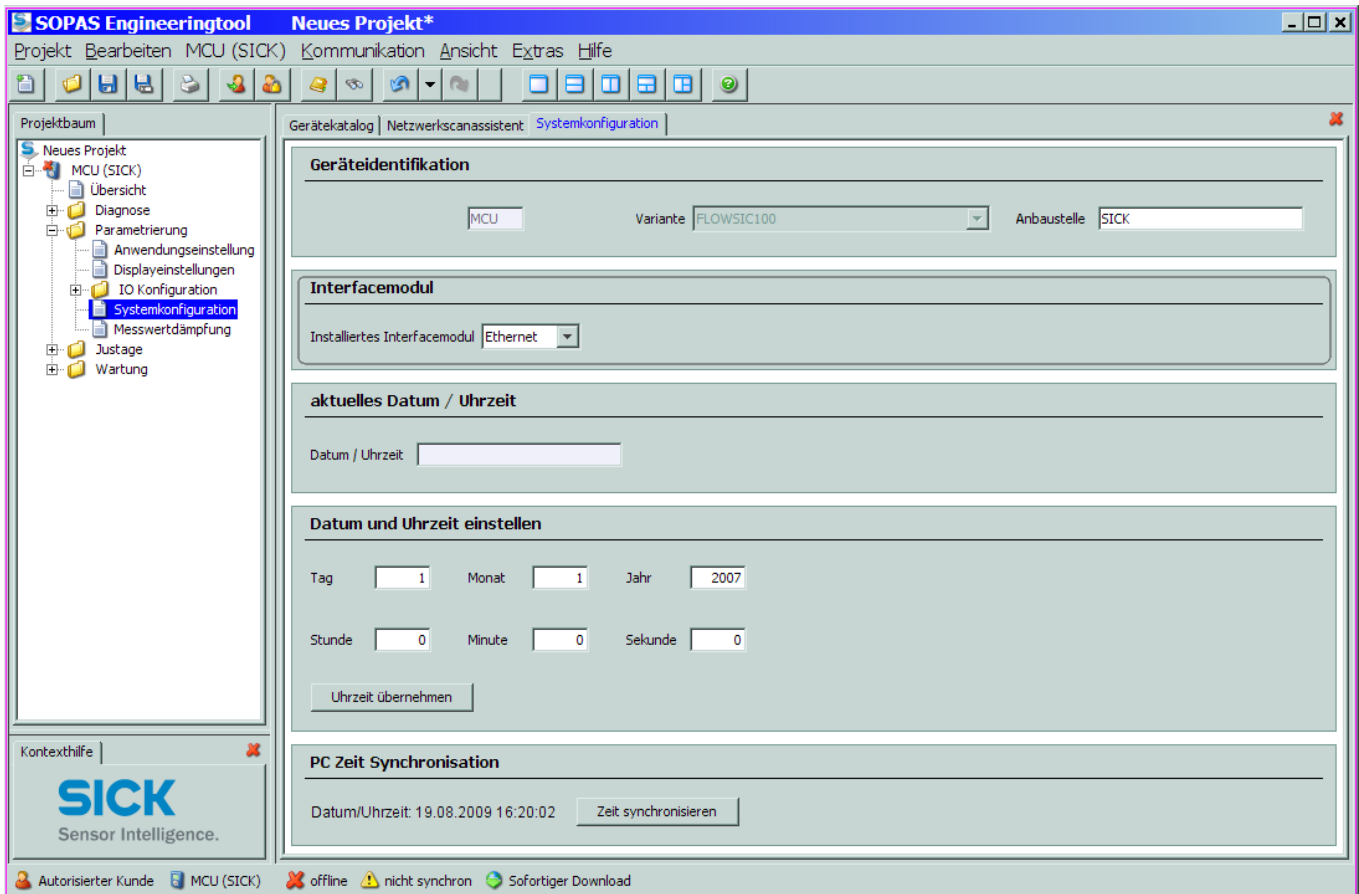

Abb. 4.26: Untermenü „Parametrierung / Systemkonfiguration“
- ‡ In das Untermenü „Parametrierung / Systemkonfiguration“ wechseln (siehe **Abb. 4.26**). Im Feld „Interfacemodul“ wird das installierte Interface-Modul angezeigt.